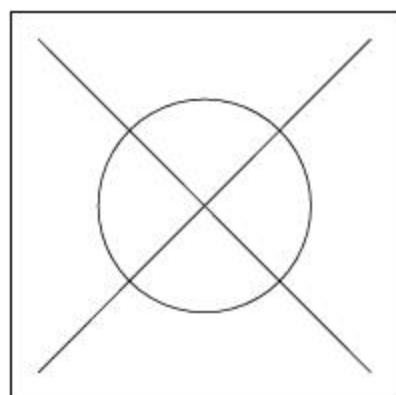

图8-199 删除矩形
- 05 调用E【删除】命令，删除矩形，结果如图8-199所示。